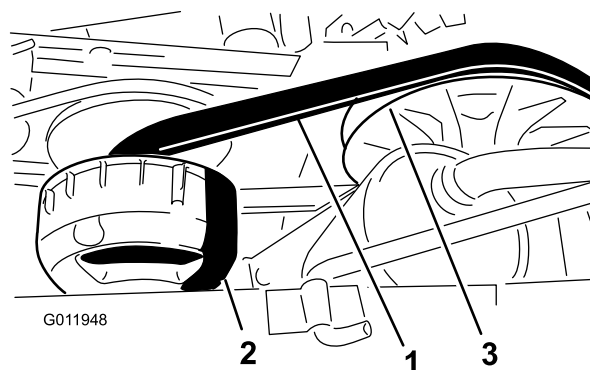

Figura 66
4. Rotii și verificai cureaua (Figura 66) pentru a determina urme de uzură excesivă sau de deteriorări.
3. Rotii și amplasai cureaua pe ambreiajul secundar (Figura 66).
4. Scoateți cureaua de pe ambreiajul primar (Figura 66).
- Alinia cureaua nouă pe ambreiajul primar (Figura 66).
- Rotii i amplasai cureaua pe ambreiajul secundar (Figura 66).